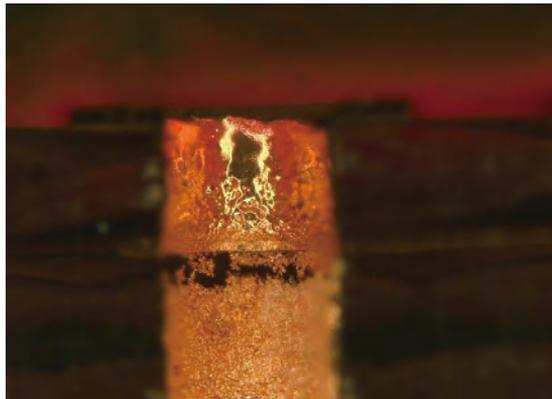

图 4-55 似断非断的坏孔横切面
- 似断非断的坏孔：孔壁铜箔被蚀刻液腐蚀后，未完全断开，处于似断非断状态，仍具备一定的导电性能，如图 4-55 所示。采用常规的飞针测试或测试架测试时，因为这些检测方法的精度只能达到欧姆级，无法检测到此类坏孔内部微小的毫欧级阻值变化，其测试结果仍然会显示合格。待产品通电一段时间后，问题才会显现，具有一定的潜伏期，是坏孔中隐患和危害最大的类型。